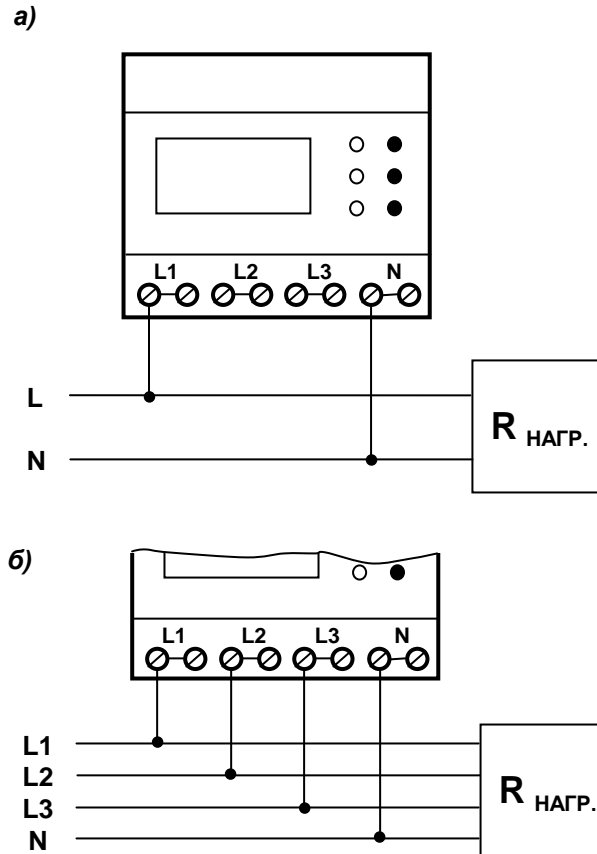

Рис.1. Типовая схема подключения вольтметра V-03: а) однофазная сеть; б) трехфазная сеть.
4.3. Произвести подключение входной контролируемой сети, согласно маркировке (Рис.1.): для однофазной сети L1 – фаза, N – нейтраль; для трехфазной сети L1, L2, L3 – контролируемые фазы, N – нейтраль. Сечение подключаемых проводов должно быть 0,5... 1,5 мм кв.